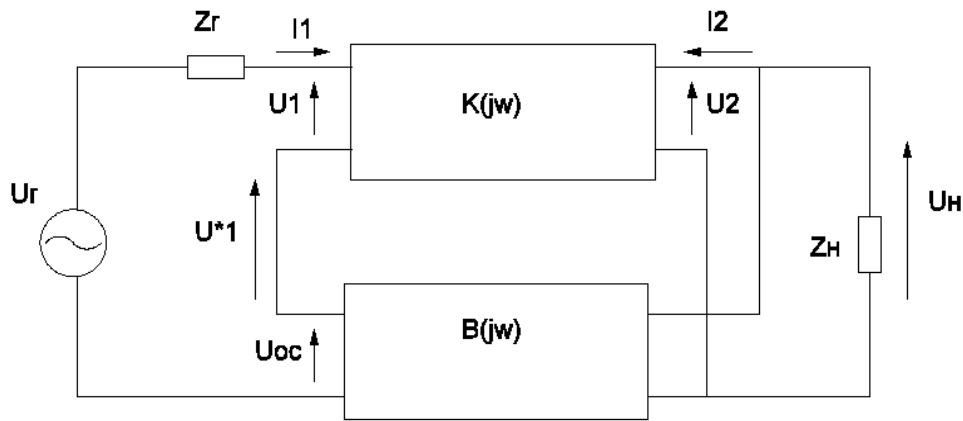

Рисунок 4
- последовательная по напряжению (рисунок 4);